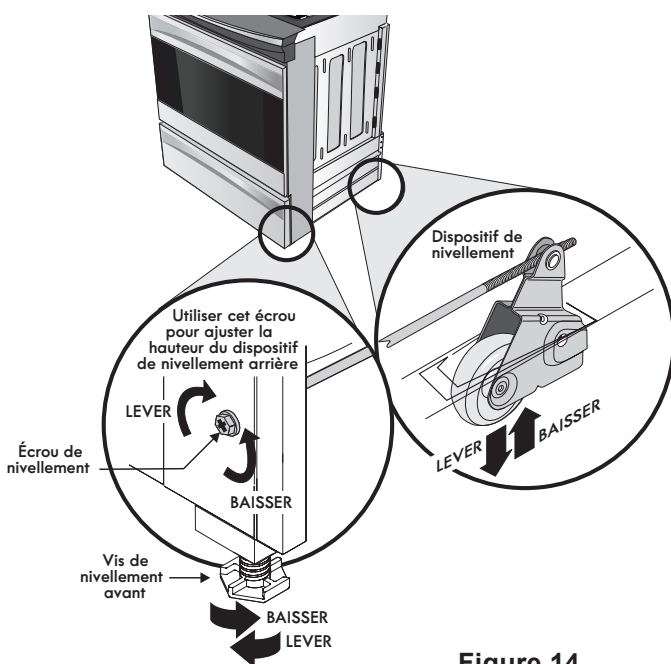

Figure 14
2. Ajustez les pieds de l'appareil, comme décrit plus loin, jusqu'à ce que le dessous de la surface de cuisson s'appuie délicatement sur le dessus du comptoir et soit à niveau (Figure 14).